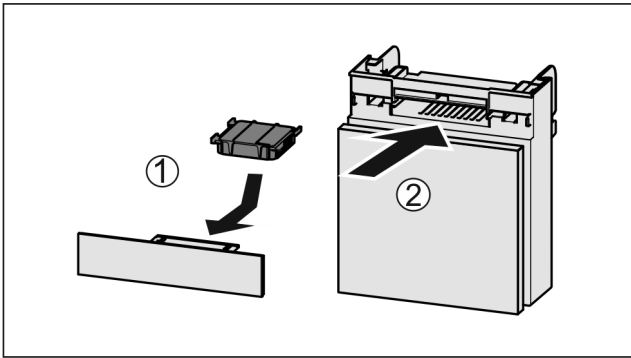

Fig. 66
- ▶ Поставете Fig. 66 (1) филтъра с активен въглен, както е показано на фигурата.
- ▶ Вкарайте Fig. 66 (2) отделението.